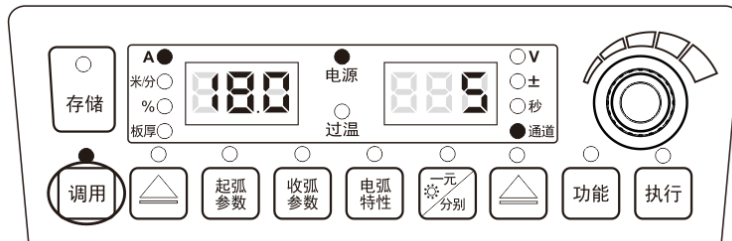

图 3-11 调用设置界面
2. 用面板旋钮选择调用的通道号（0~49），按“执行”键确认，如图 3-11 所示。